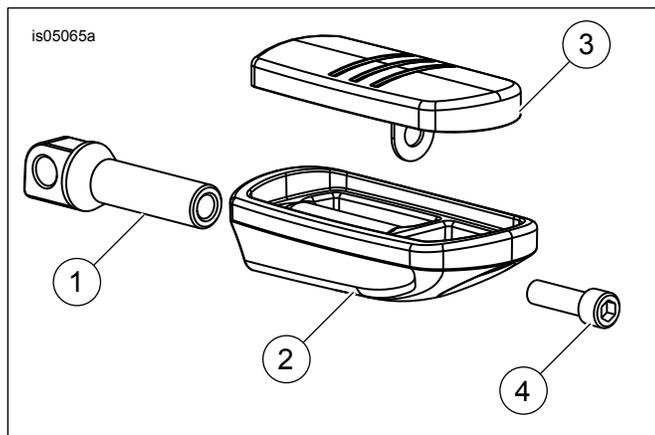

Figure 2. Pièces de rechange : Kit de repose-pied
Consultez Figure 2 et Tableau 1 .
Consultez Figure 2 . Lors de l'installation de l'assemblage support/repose-pied (1) sur le support de la motocyclette, le bord arrondi de l'assemblage support/repose-pied doit être placé vers le haut.
Consultez Figure 2 . Lors du remplacement du support de repose-pied (1), remplacer la vis (4) ou appliquer LOCTITE 243 MEDIUM STRENGTH THREADLOCKER AND SEALANT (BLEU) (99642-97) sur les filets des vis retirées avant l'installation.